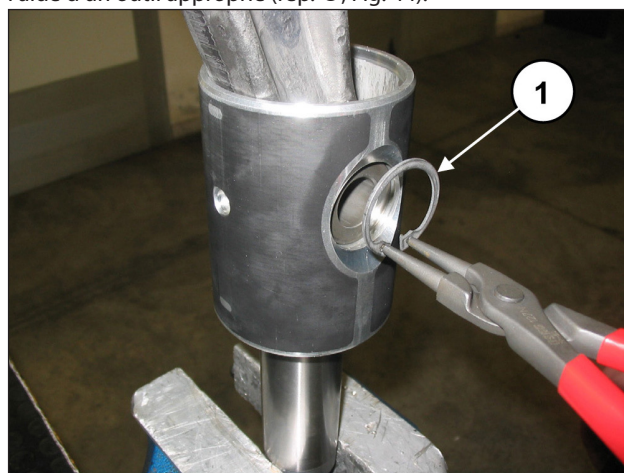

Fig. 44
Déposer les deux circlips de maintien de l'axe de piston à l'aide d'un outil approprié (rep. ①, Fig. 44).
Introduire la bielle dans le guide de piston (rep. ①, Fig. 46), puis engager l'axe de piston (rep. ①, Fig. 45). Monter deux circlips d'appui à l'aide de l'outil approprié (rep. ①, Fig. 44).